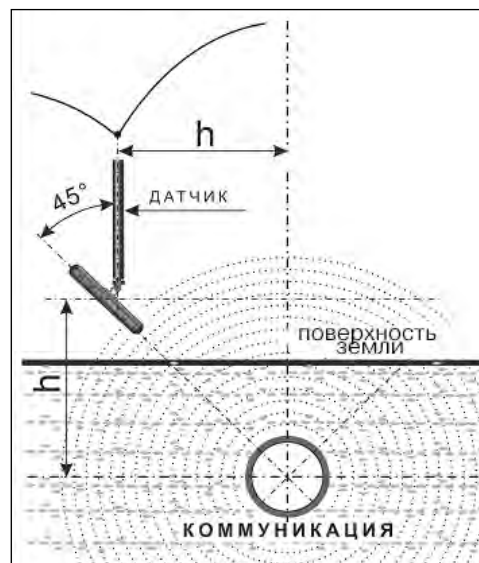

Рис.4.1
2. При положении датчика ЭМД перпендикулярно трассе и под углом  $45^\circ$  к поверхности земли минимум сигнала наблюдается на удалении от точки «над трассой», равном глубине залегания коммуникации, когда ось антенны пересекает ось трассы. Это - косвенный метод измерения глубины залегания коммуникации (рис.4.1).